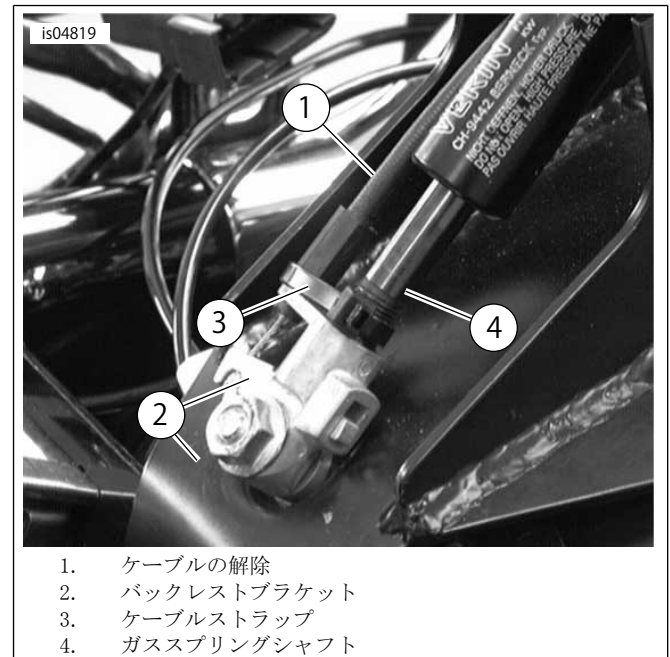

図11. バックレストブラケットにケーブルを接続
19. 「図11」を参照。図のように、リリースケーブル(1)をバックレストマウントブラケット(2)に取り付けます。